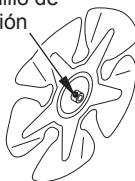

Figura 11 - Ubicación del tornillo de fijación
3. Use una llave hexagonal para aflojar el tornillo de fijación que sostiene el eje del motor (consulte la figura 11). Retire el ventilador. Tenga cuidado de no dañar la inclinación de las aspas del ventilador.
3. Use una llave hexagonal para aflojar el tornillo de fijación que sujeta el ventilador al eje del motor (consulte la figura 11, en la página 7).